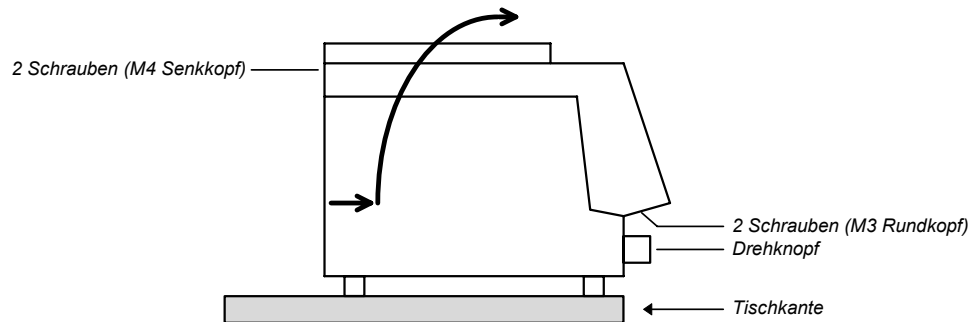

Fig. 8
- Gerät so über Tischkante stellen, dass die M3-Schrauben entfernt werden können (Fig. 8)